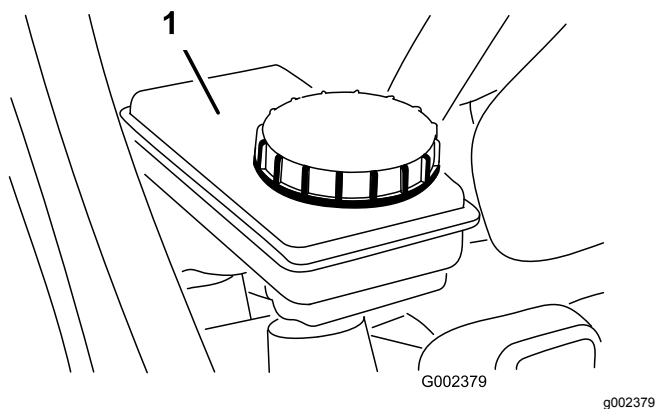

图55
5. 确保油位达到刹车油油箱上的“已满”标记线图55。
6. 如果油位过低请清洁油箱盖的周围取下油箱盖向油箱添加指定刹车油到适当油位图55。